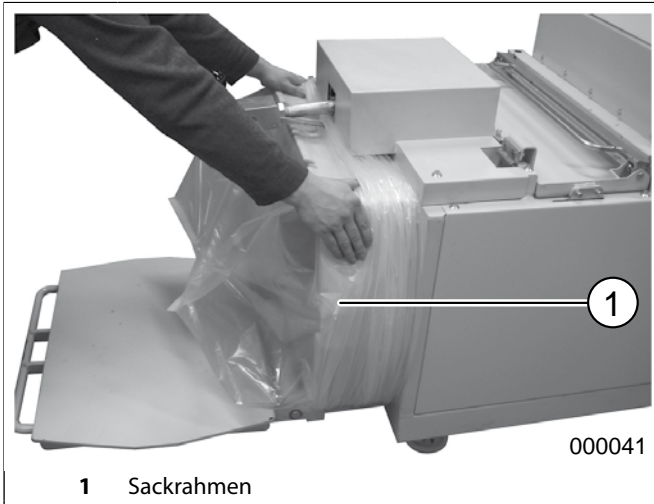

Abb.20 Neuen Plastiksack aufziehen
Im Falle eines Abbindens des Ballens müssen vor dem Aufziehen des Sacks auf den Sackrahmen (Abb.20) die Bänder, wie unter der Rubrik „Auslegen der Bänder für neuen Ballen“ beschrieben, im Pressraum bereits ausgelegt sein (entfällt im Falle „C“).
2. Den Rand des Sacks über den Sackrahmen spannen und den Sack nach und nach bis zum Ende auf den Rahmen schieben (Abb.20).